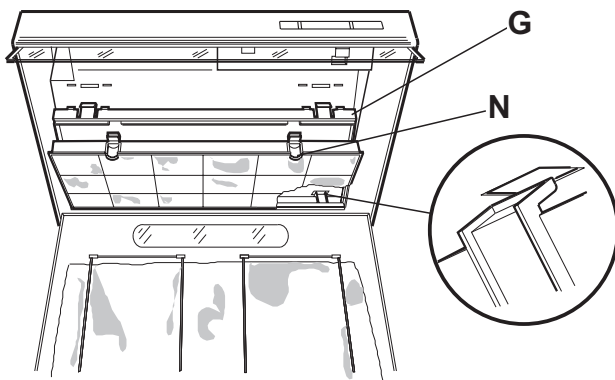

Fig. 5 - Abb. 5 - Obr. 5
En este caso se montará el filtro de carbón rectangular que se monta sobre el bastidor **G** (Fig. 5). Solicite el filtro a nuestro servicio de Asistencia Técnica.
**Desmontaje:** accionar los excéntricos de fijación N hacia el interior, tirando hacia abajo el filtro (Fig. 5).
Neste caso deverá ser montado o filtro de carvão rectangular sobre o caixilho **G** (Fig. 5).